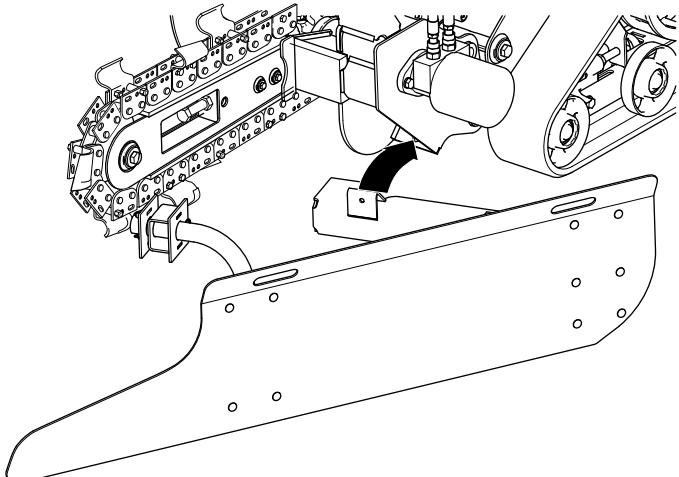

Bild 3
2. Schieben Sie die hintere Befestigungshalterung des Schildes in die Öffnung, die sich links vom Ausleger am Grabenfräsen befindet; setzen Sie es auf die Querstrebe (Bild 3).